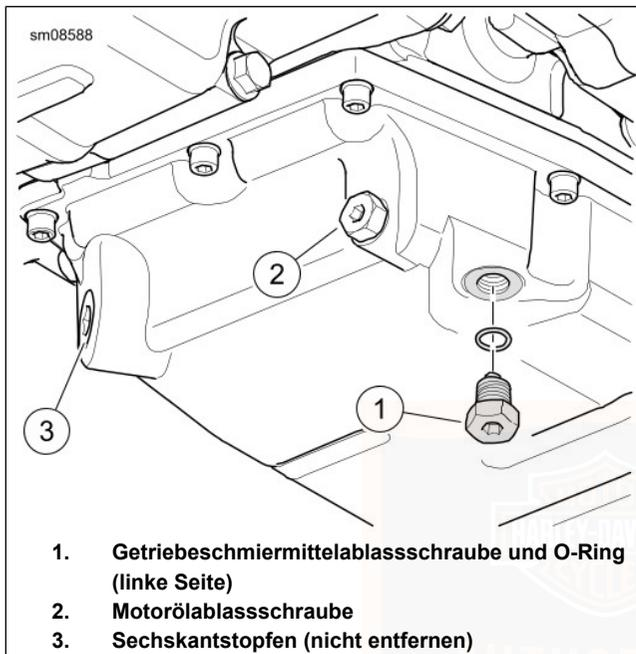

Abbildung 70. Getriebschmiermittelablass
2. Siehe Abbildung 70. Die Getriebschmiermittel-Ablassschraube entfernen. Getriebe entleeren.